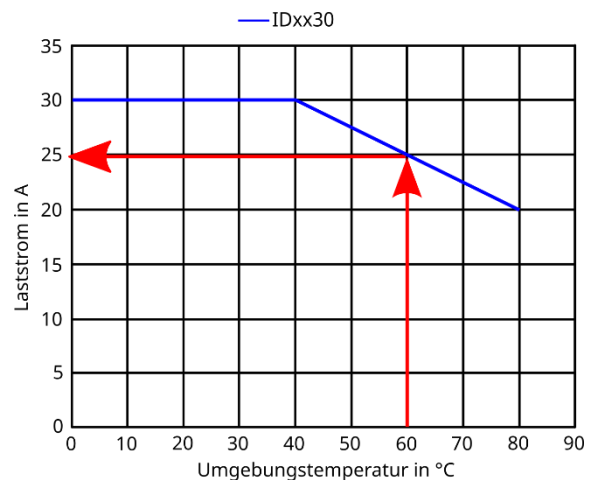

Abbildung 11: Beispiel zur Ermittlung des max. zulässigen Laststroms
- ⇒ Der max. zulässige Laststrom ergibt sich direkt aus Abbildung 11, in diesem Fall 25A.